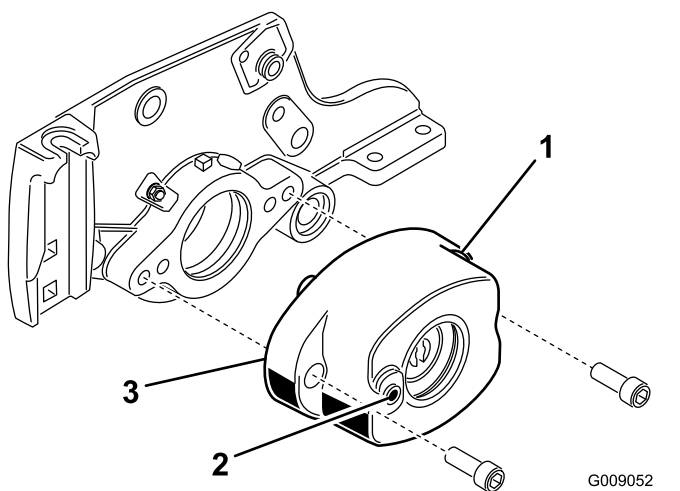

Figure 6
6. Fixez le carter de brosse sur le logement de roulement de cylindre avec 2 vis Allen ($\frac{3}{8}$ " x 1") (Figure 6). Montez le carter de brosse avec le trou fileté vers l'avant de l'unité de coupe.